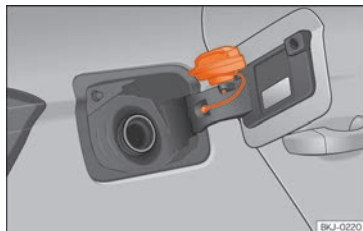

Abb. 157 Tankklappe mit aufgestecktem Tankverschluss.
• Platzieren Sie den Verschluss in der Aussparung, die sich im Scharnier der geöffneten Tankklappe befindet »» **(Abb. 157)**.